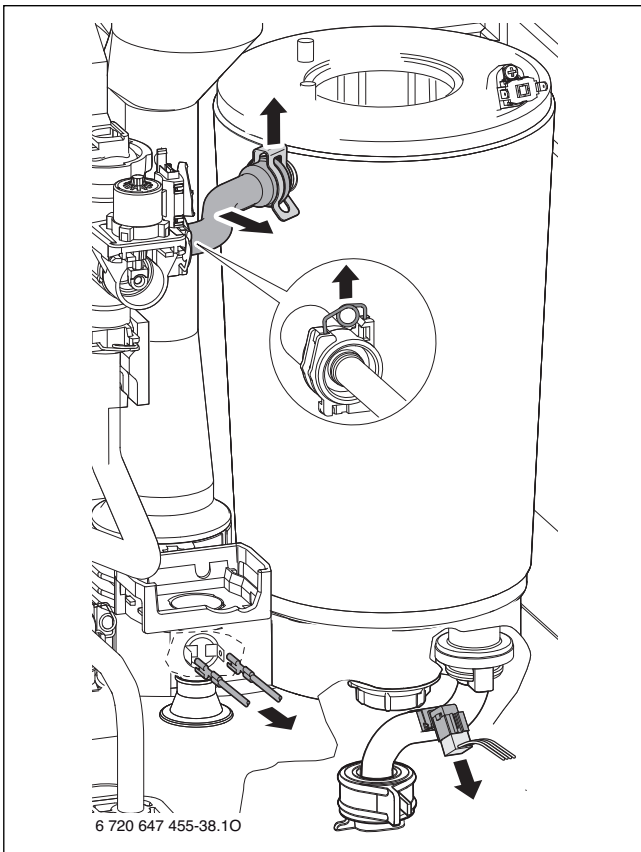

Bild 82
- Vorlaufrohr ausbauen (→ Bild 82).